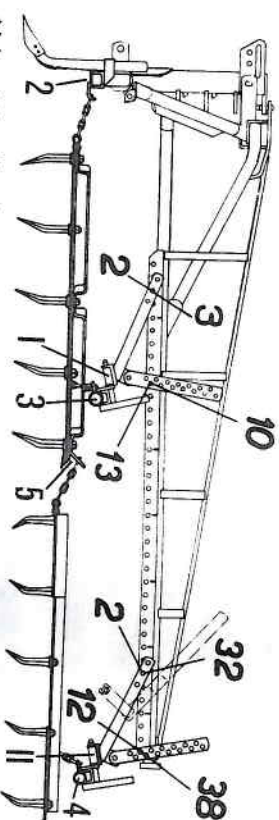

Abb. 62 Kombination Egge + Egge
Grundrahmen und großer Ausleger am Schlepper anbauen. Schwingen I und II am Ausleger feststecken, wie Abb. 62 zeigt. Eggen-Zugbalken (2) mit Spurlockerer anstecken. Trag- und Druckbalken (3) und (4) in die Schwingen I und II von hinten einsetzen und sichern. Zugketten der zweiten Eggenfelder nach innen setzen (Abb. 46, Seite 18). Mit dem komplett montierten Gerät rückwärts über die ausgebreiteten Eggenfelder fahren und die Zug- und Tragketten einhängen.
1. Eggen-Zugbalken (2) mit zwei Tiefgang-Begrenzungsketten oder mit der Hydraulik (Lageregelung) auf die richtige Höhe einstellen, sodas die Egge vorn tief genug arbeitet.
3. Zugketten der hinteren Eggenfelder in die Doppelzuglaschen (5) einhängen, wie Abb. 62 zeigt.
4. Eggen-Trag- und Druckbalken (3) und (4) dürfen während der Arbeit nicht aufliegen, die Tragketten müssen durchhängen.